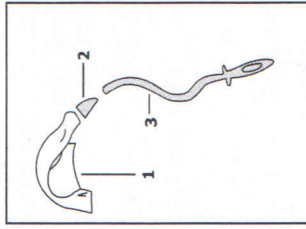

рис. 2
5.7. Воздуховод 1 выполнен из пластмассы в виде сплюснутой дугообразной трубы с кольцевым выходом. При подаче воздуха от изолирующей системы на кольцевой выход устанавливается цапга 2 с трубкой 3 (рис. 2).